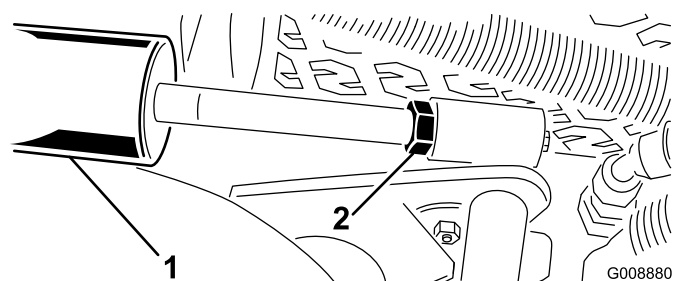

Figure 26
- A. Abaissez les plateaux de coupe et desserrez l'écrou de blocage sur le vérin (Figure 26).